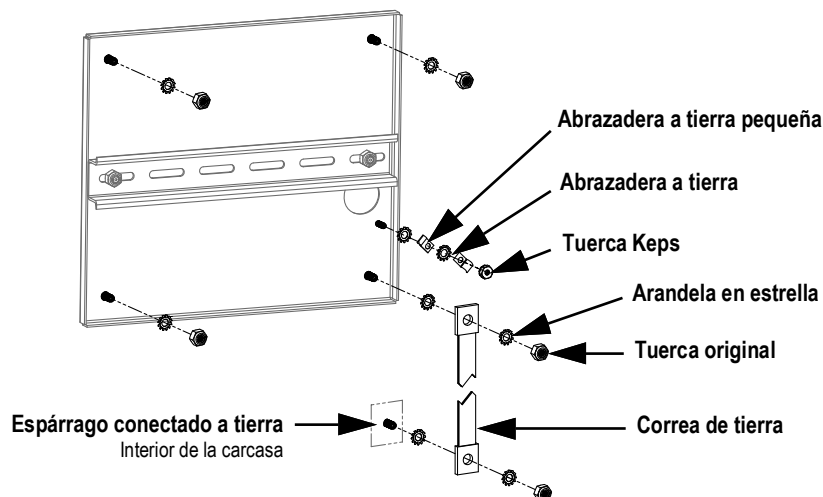

Figura 2-29. Puesta a tierra del blindaje de la placa posterior
3. Asegure el otro extremo de la correa de tierra a un montante de puesta a tierra dentro de la carcasa, poniendo arandelas en estrella a cada lado de la correa de tierra, consulte la Figura 2-29. Asegúrese de que la correa de tierra tenga el huelgo suficiente para abrir y cerrar la puerta de la carcasa.
5. Ponga a tierra el cable de pantalla y el cable de pantalla táctil a través del tornillo de puesta a tierra de placa posterior usando las dos abrazaderas de puesta a tierra y la tuerca Keps. La abrazadera de puesta a tierra N.º de ref. 193810 posee un radio menor, y se debe usar para el cable de pantalla táctil.
NOTA: Asegúrese de instalar primero la abrazadera a tierra pequeña y después la abrazadera a tierra, consulte la Figura 2-29 en la página 38.